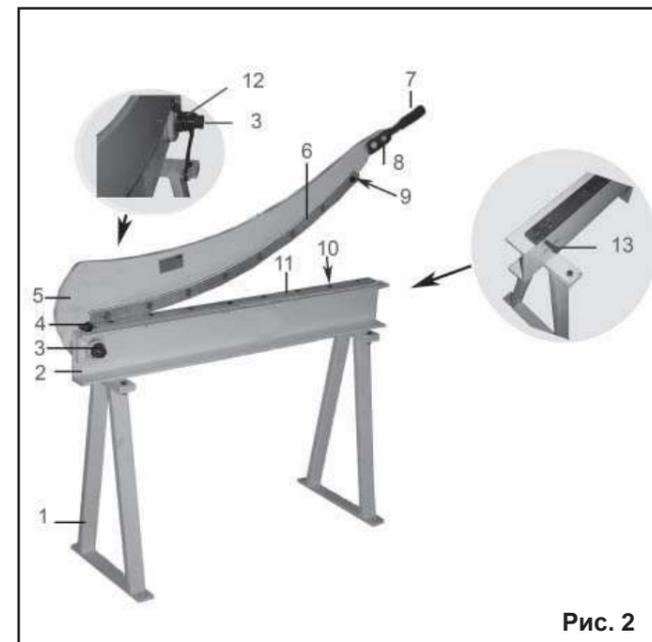

Рис. 2
## 6. УСТРОЙСТВО (Рис. 2)
Через четыре отверстия надежно соедините раму (2) с двумя опорами (1) (Рис. 2), используя крепеж В (Рис. 1).
Надежно закрепите ручку (7) на рычаге (5) с помощью двух винтов (8) (Рис. 2).
Надежно закрепите станок на прочной и устойчивой рабочей поверхности верстака с помощью болтовых соединений (не комплектуется) через четыре монтажных отверстия в опорах (1) (Рис. 2).
## 9. РАБОТА (Рис. 2)
10.1.2. Заменяйте изношенные детали по мере необходимости. Следите за состоянием возвратной пружины (12) (Рис. 2).
10.1.3. Рабочие ножи (6) и (11) (Рис. 2) должны быть чистыми, слегка смазанными маслом.
10.1.5. Перед началом работы и после окончания рекомендуется добавить несколько капель масла в зону сопряжения рычага (5) с рамой (2) и осью (3) (Рис. 2).
### 10.2. Замена ножей (Рис. 2)